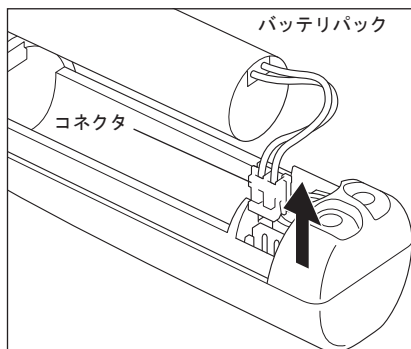

図 12
- 5) バッテリーパックを取り出してから、コネクタのコード根元をしっかりと持って、コネクタを強く引き抜きます。(図 12)